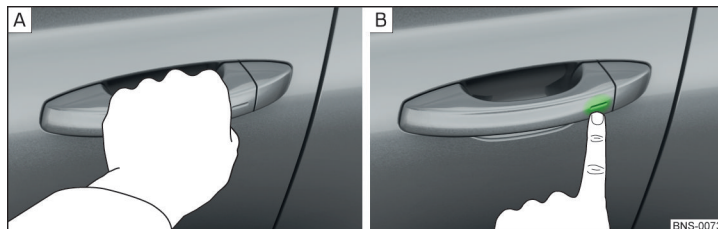

Fig. 36 Déverrouiller le véhicule / verrouiller le véhicule
- ▶ Tenez la poignée pour **déverrouiller** » fig. 36 - **A** le véhicule.
- ▶ Effleurez avec le doigt le capteur dans la poignée pour **verrouiller** » fig. 36 - **B** le véhicule.